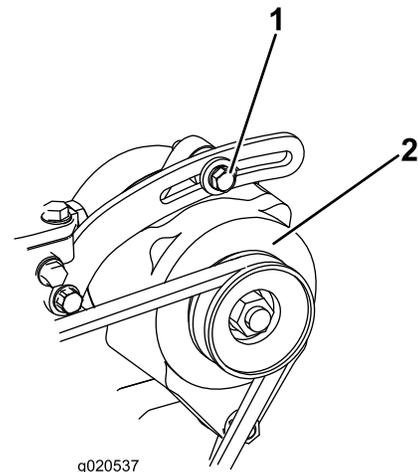

図 144
3. オルタネータ側プーリとクランクシャフト側プーリ間の中央部でオルタネータベルト **図 144** を指で 10kg 程度の力で押してベルトの張りを点検する。
4. オルタネータをブレースに固定しているボルトと、オルタネータのピボットボルトをゆるめる **図 144**。